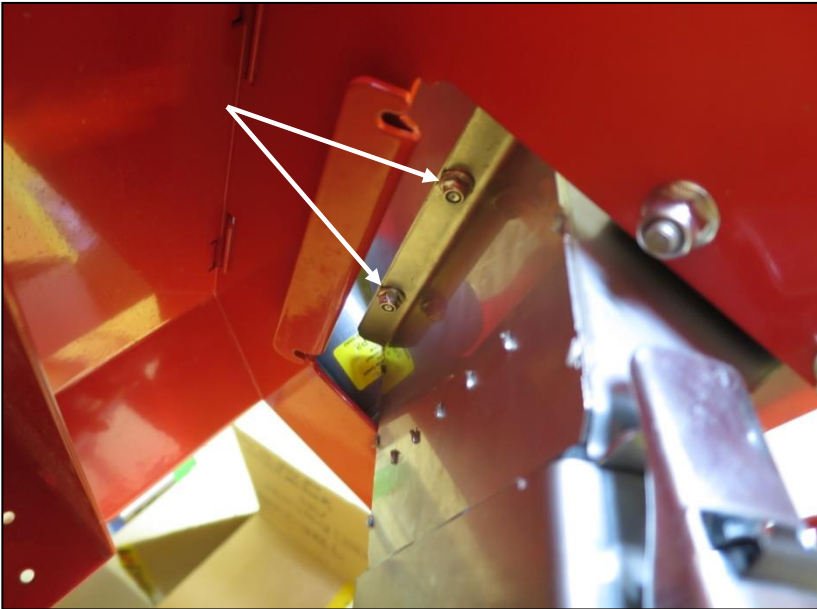
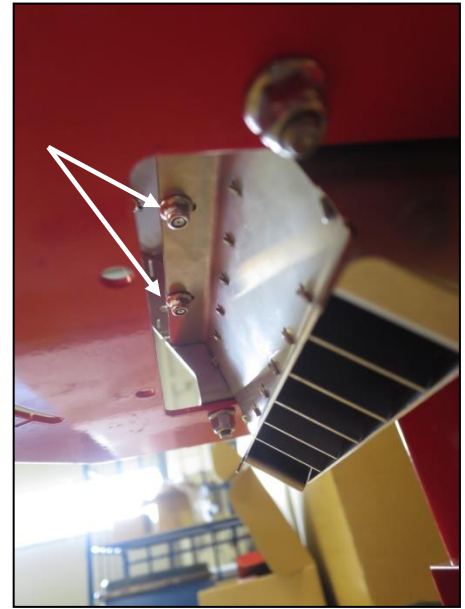
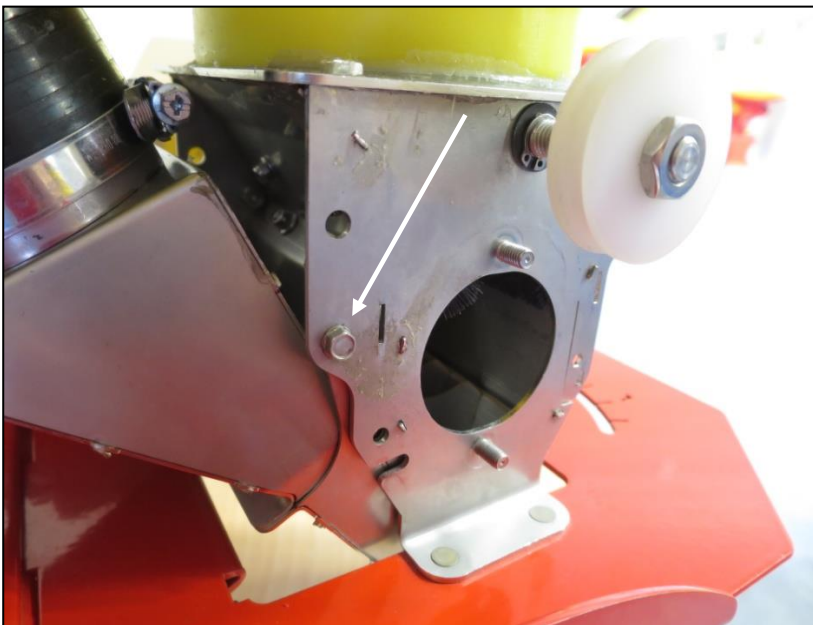

Abb.: 14
Abb.: 15
Abb.: 16
- Um den Luftkanal abzunehmen, lösen Sie die in den Abb.: 14 und Abb.: 15 gekennzeichneten Flanschmutter (diese befinden sich auf der vorderen bzw. hinteren Seite des Luftkanals). Nun lösen Sie die seitlich montierten, in Abb.: 16 gekennzeichneten Schrauben auf beiden Seiten. Nehmen Sie den Luftkanal nach unten hin weg.